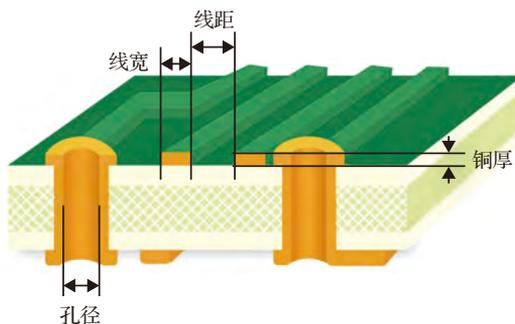

图 5-60 练习题 14 图
14. 在 PCB 行业中, 如无特殊说明, PCB 厂商用来描述基本工艺参数时所说的常规铜厚 (见图 5-60) 是多少? ( )